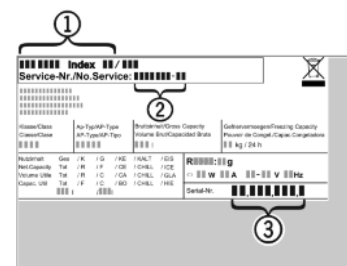

Fig. 20
- ▶ Relever la désignation de l'appareil Fig. 20 (1), le n° de service Fig. 20 (2) et le n° de série Fig. 20 (3) sur la plaquette signalétique. Cette plaquette se trouve sur la paroi intérieure gauche de l'appareil.
- ▶ Informer le S.A.V. et lui communiquer la panne, la désignation de l'appareil Fig. 20 (1), le n° de service Fig. 20 (2) et le n° de série Fig. 20 (3).